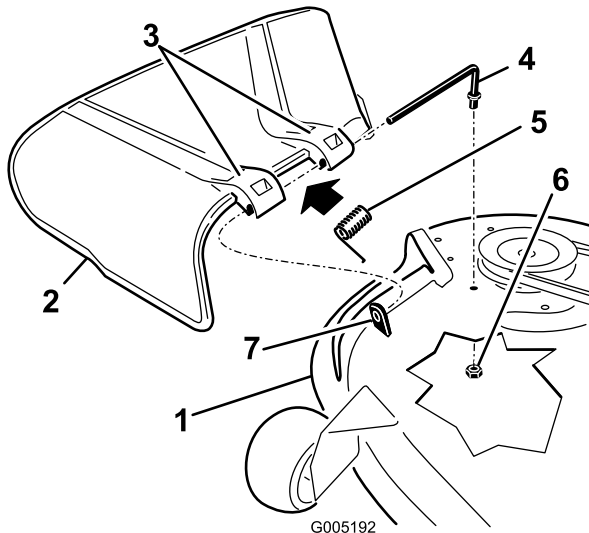

Bild 67
1. Nehmen Sie die Mutter ($\frac{3}{8}$ ") aus der Stange unter dem Mähwerk ab (Bild 67).
4. Montieren Sie das Ablenkblech (Bild 67).
7. Schieben Sie die Stange durch die zweite Halterung am Grasablenkblech (Bild 67).
9. Befestigen Sie das hintere Stangenende mit einer Mutter ($\frac{3}{8}$ ") am Mähwerk, wie in Bild 67 abgebildet.
2. Schieben Sie die Stange aus dem kurzen Abstandsbolzen, der Feder und dem Ablenkblech (Bild 67).